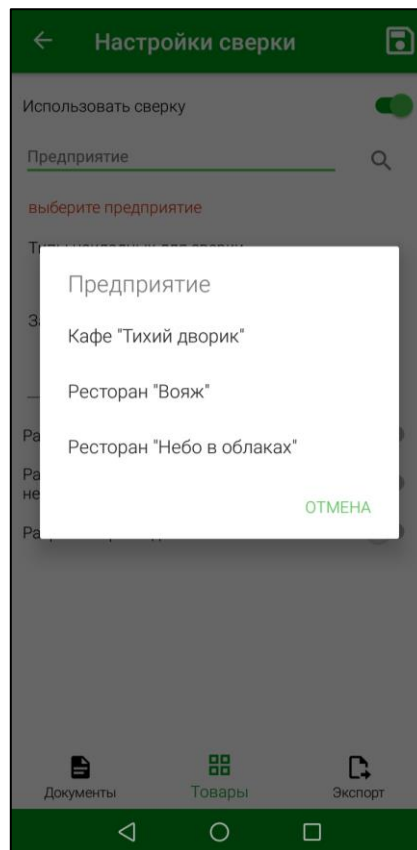

Рис. 55
- Для открытия режима выбора предприятия необходимо нажать на поле «*Предприятие*» и в открывшемся списке выбрать интересующее предприятие (см. Рис. 55).